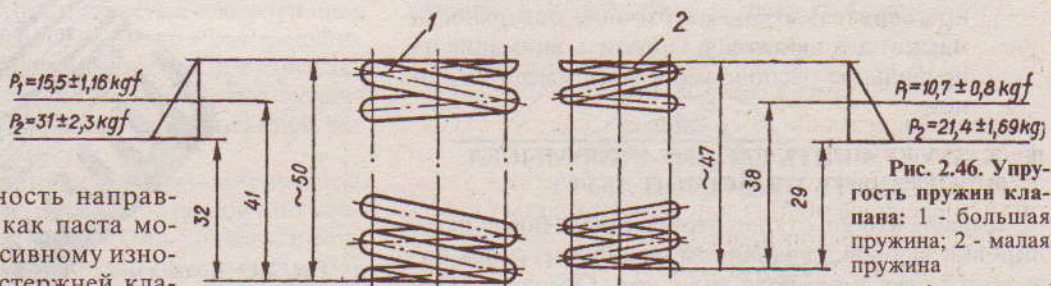

Рис. 2.46. Упругость пружин клапана: 1 - большая пружина; 2 - малая пружина
- ✓ Проверить на специальных весах упругость пружины. Усилие, необходимое для сжатия большой пружины до длины 41 мм, должно быть 14,34-16,66 кгс, до длины 32 мм - 27,7-33,3 кгс (рис. 2.46).